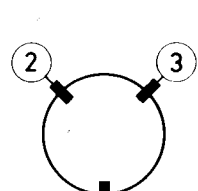

Fig. 4d
Die dynamische Konvergenz wird erzielt, indem man die Ablenk-Unit in vertikale und in horizontale Richtung kantelt. Um die richtige Stellung der Ablenk-Unit zu fixieren, hat man drei Gummikeile zwischen dem Glas des Bildröhren-Konus und der Ablenk-Unit angebracht. (siehe Abb. 4d oder 5d). Diese Keile sind in zwei Dicken lieferbar: ein Keil mit einer Dicke von 7 mm ist unter Codenummer 4822 462 40356 und einer mit einer Dicke von 11 mm ist unter Codenummer 4822 462 40357 lieferbar.
6. Keil ① entfernen, so dass die Situation gemäss Abb. 4d oder 5d entsteht.